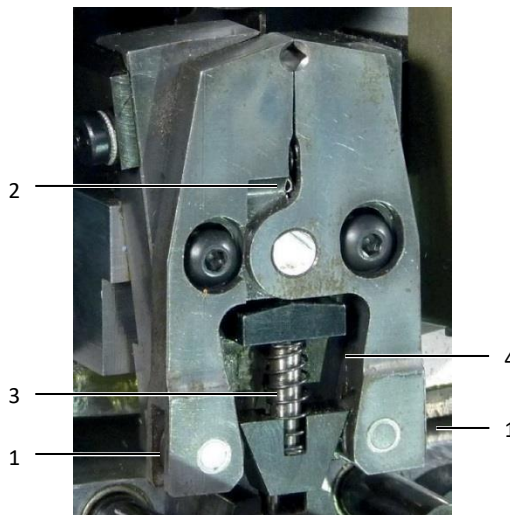

Bild 26: Krympverktyg
- Kontrollera att löprullarna (bild 26, pos. 1) på crimpverktyget inte kärvar.
- Kontrollera att löprullarna (bild 26, pos. 2) på fixertången inte kärvar.
- Olja in hylshållarens styrstift (bild 26, pos. 3).
- Olja in hylshållarens löpytor på sidorna (bild 26, pos. 4).